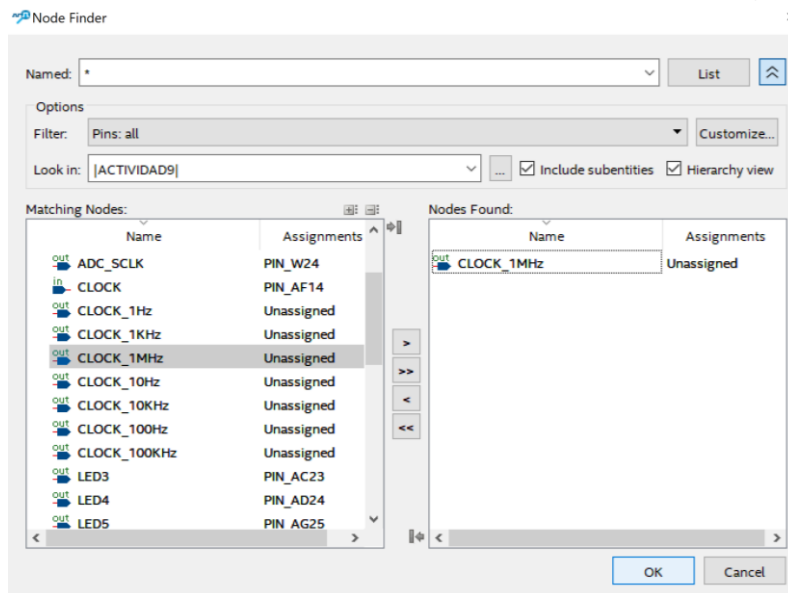

Figura 21. Filtro de señales a través de Pins: all.
26. Seleccione como muestreo a la señal **CLOCK_1MHz**. Debe de recordar que la señal **CLOCK_1MHz** es una señal de salida, por lo tanto, debe de filtrar su búsqueda como **Pins: all** y haga clic en **List** para observar todas las entradas y salidas del bloque como se visualiza en la Figura 21.